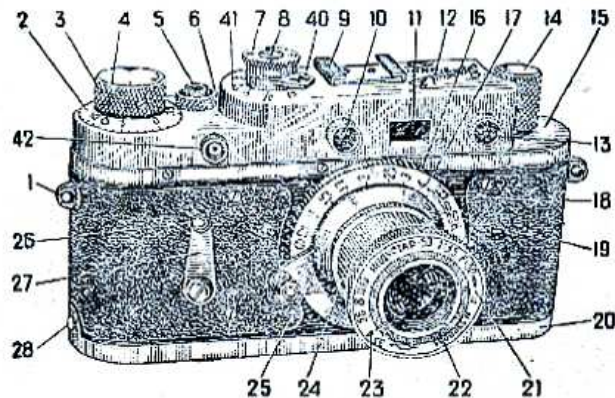

Рис. 1.
1. Ушко (рис. 1)
2. Лимб счетчика кадров (рис. 1)
3. Головка заводного механизма (рис. 1)
4. Выступы лимба для установки его на нуль (рис. 1)
5. Спусковая кнопка затвора (рис. 1)
6. Кольцо-выключатель механизма (рис. 1)
7. Диск со шкалой выдержек (рис. 1)
8. Ось с индексом (рис. 1)
9. Клемма для вспомогательных устройств (рис. 1)
10. Правое окно дальномера (рис. 1)
11. Объектив видоискателя (рис. 1)
12. Верхний щиток (рис. 1)
13. Левое окно дальномера (рис. 1)
14. Головка обратной перемотки пленки (рис. 1)
15. Верхняя крышка камеры (рис. 1)
16. Объективное гнездо камеры (рис. 1)
17. Шкала расстояний объектива (рис. 1)
18. Ограничительный упор объектива (рис. 1)
19. Шкала глубины резкости (рис. 1)
20. Нижняя крышка камеры (рис. 1)
21. Переднее кольцо объектива (рис. 1)
22. Поводковое кольцо диафрагмы (рис. 1).
23. Шкала диафрагмы (рис. 1)
24. Тубус объектива (рис. 1)
25. Поводок объектива (рис. 1)
26. Пусковая кнопка автоспуска (рис. 1)
27. Заводной рычаг автоспуска (рис. 1)
28. Штифт, фиксирующий нижнюю крышку (рис. 1)
40. Рукоятка синхронизации с индексом (рис. 1, 11)
41. Шкала синхронизации (рис. 1, 11)